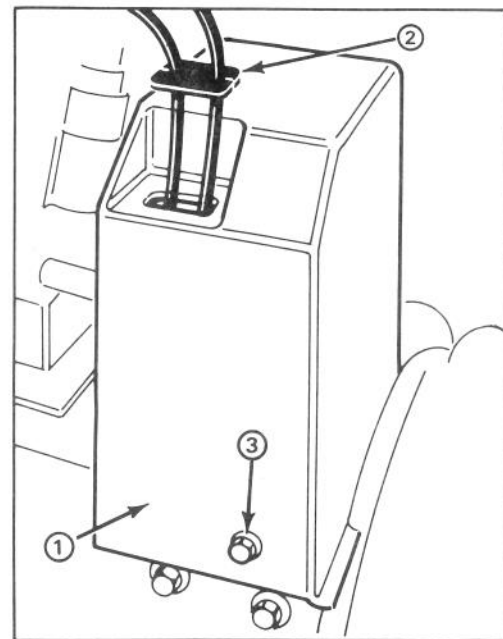

Figure 25
### RÉGLAGE DE LA COURROIE D'ENTRAÎNEMENT DE TARIÈRE/ROUE HÉLICE (fig. 25 et 27)
1. Retirez les 3 boulons à tête à collerette tenant le protège-courroie attaché au châssis du moteur et faites-le glisser par-dessus les câbles (fig. 25).